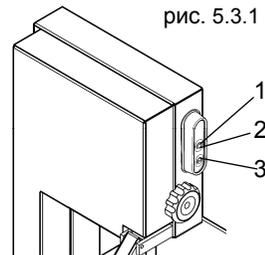

рис. 5.3.1
5.3 Запуск машины для резки костей (рис. 5.3.1)
5.4 Остановка машины (рис. 5.3.1)